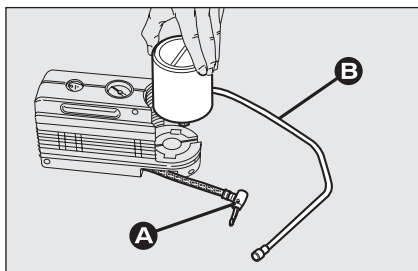

fig. 9
- déconnecter la greffe **A**-fig. 9;
- connecter la greffe **A**-fig. 9 à la bombe et insérer le tuyau transparent **B**-fig. 9 dans le compartiment approprié.